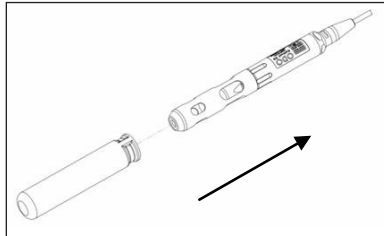

Figura 3
5. Deslize a manga de calibragem/armazenamento sobre a protecção da sonda, para manter a sonda num ambiente húmido para armazenamento e calibragem (Figura 3). É importante manter